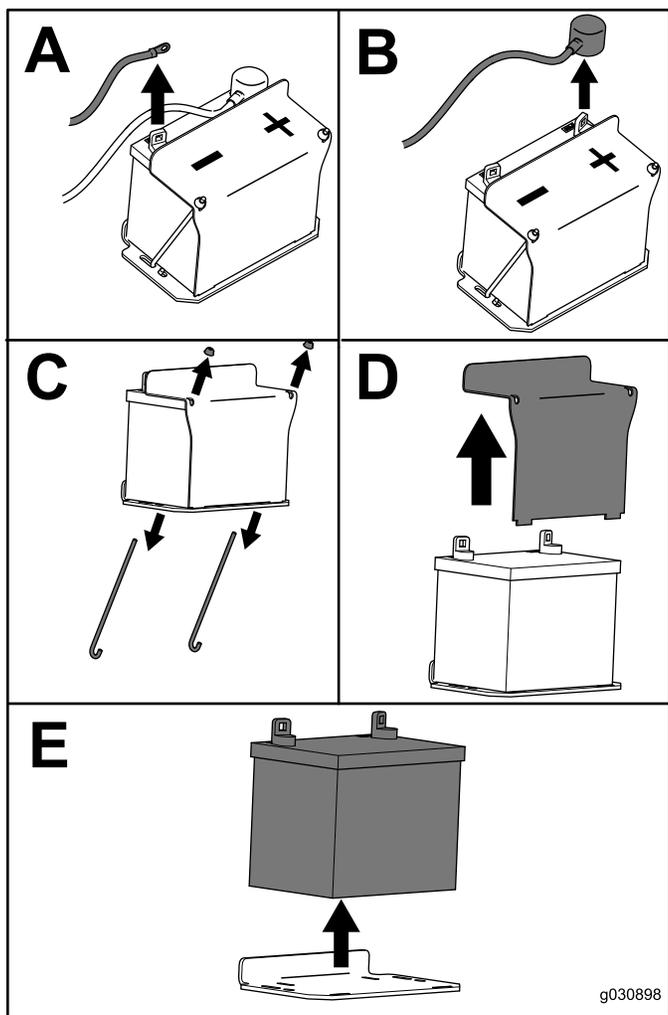

Figura 54
3. Rimuovete la batteria come illustrato nella Figura 54.